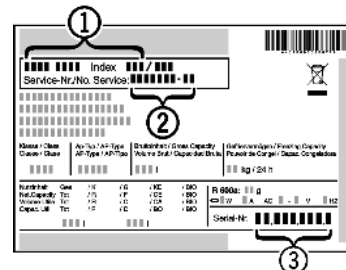

Fig. 54
- ▶ Odczytać z tabliczki znamionowej oznaczenie urządzenia *Fig. 54 (1)*, nr serwisowy *Fig. 54 (2)* oraz numer seryjny *Fig. 54 (3)*. Tabliczka znamionowa znajduje się po lewej stronie wewnątrz urządzenia.